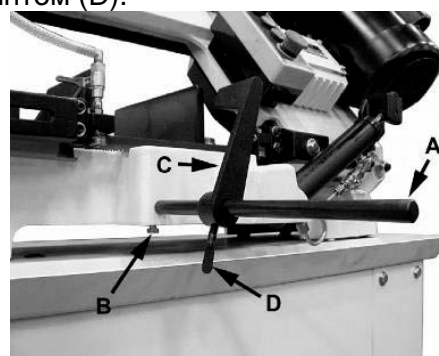

Рис.4
Установите упорную штангу (А, Рис. 4) на станине станка, используя шестигранный винт (В). Зафиксируйте удлинительный упор (С) шпилькой (D).